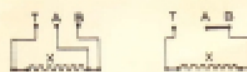

Fig. 7
- Mesure des résistances inférieures à 20 Ω : T 11 et T 12 (figure 7).